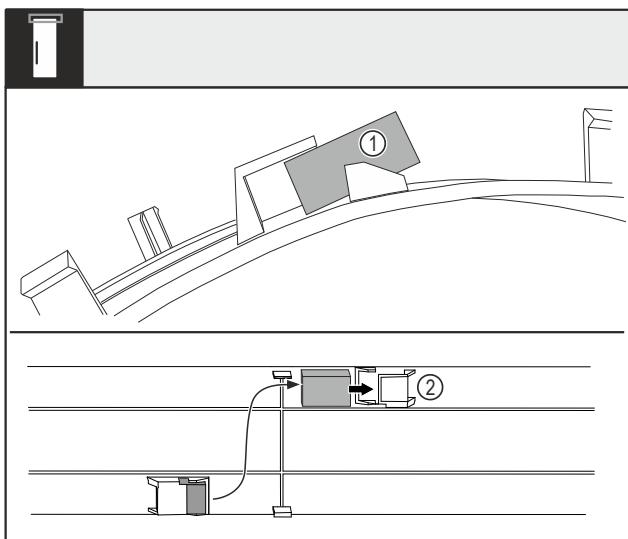

Fig. 15
- Зігніть кришку і витягніть дверний магніт Fig. 15 (1) з гнізда.
- Вставте дверний магніт в інше гніздо Fig. 15 (2).